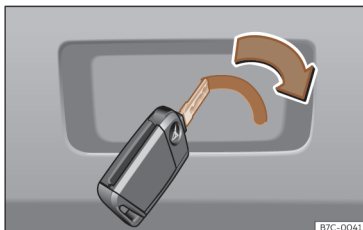

Fig. 59 Detalle del maletero: desbloqueo de emergencia.
- Introduzca el espadín de la llave en la ranura y desplace la llave en el sentido de la flecha hasta que la cerradura se desbloquee >>> **fig. 59**.